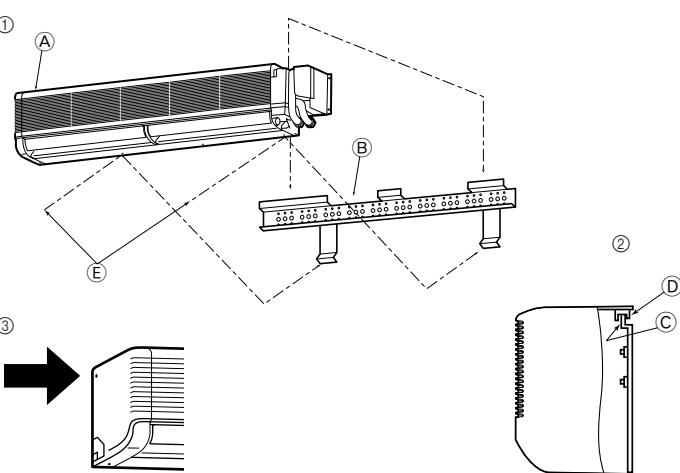

Fig. 3-20
3.11. Montage de l'appareil intérieur (Fig. 3-20)
- ① Veillez à ce que les attaches métalliques de l'appareil intérieur soient correctement fixées sur les crochets du panneau de montage.
- ② Une fois la tuyauterie installée, posez les vis pour fixer l'appareil intérieur sur le panneau de montage.